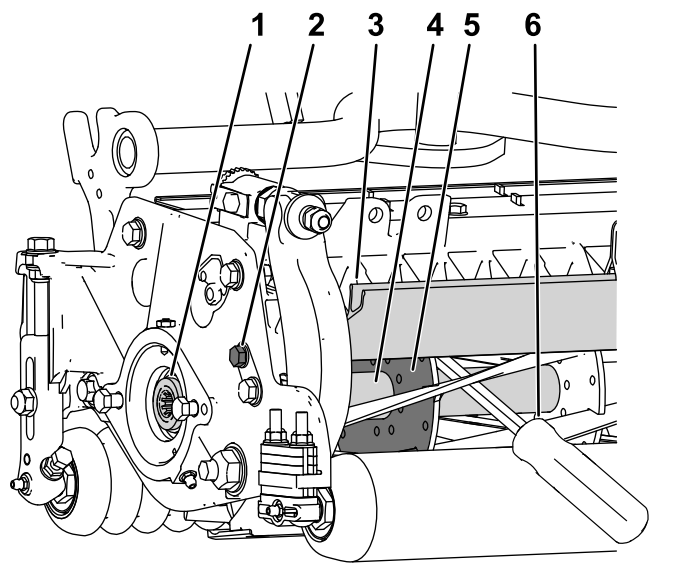

Figura 30
1. Afloje el perno del protector del lado izquierdo de la unidad de corte y eleve el protector trasero (Figura 30).
2. Introduzca una palanca de mango largo (se recomienda una palanca de 1 cm x 30 cm ($\frac{3}{8}$ " x 12") con mango de destornillador) a través de la parte trasera del molinete de corte, junto al lado de la unidad de corte a apretar (Figura 30).
3. Coloque la palanca contra el lado soldado de la placa de apoyo del molinete (Figura 30).